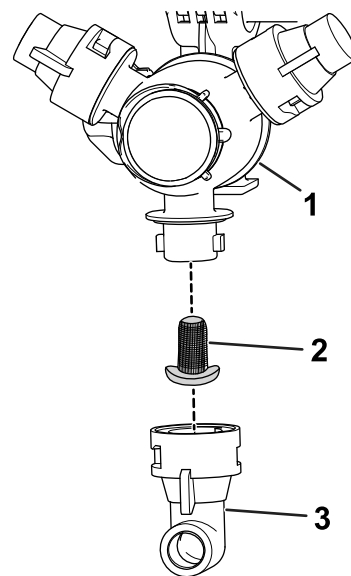

Figure 115
2. Déposez la buse de la tourelle de pulvérisation (Figure 115).
3. Retirez le filtre de buse usagé (Figure 115).
4. Montez le filtre de buse neuf (Figure 115).
5. Montez la buse sur la tourelle de pulvérisation (Figure 115).